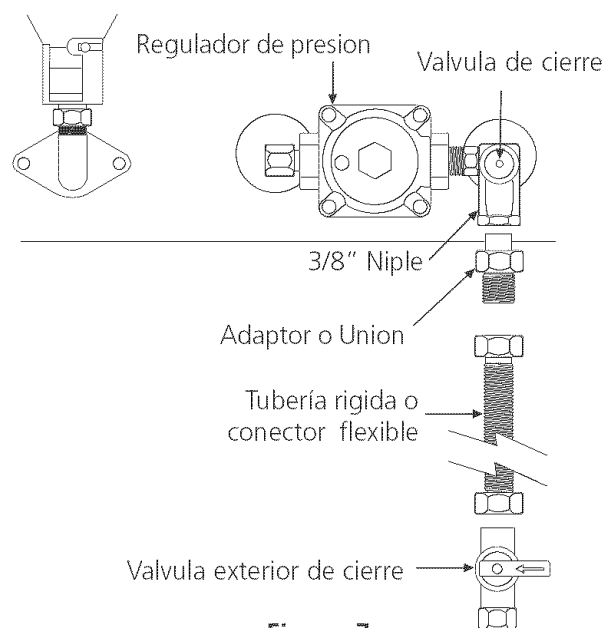

Figura 7
7. Conexión del gas (vea figura 7)